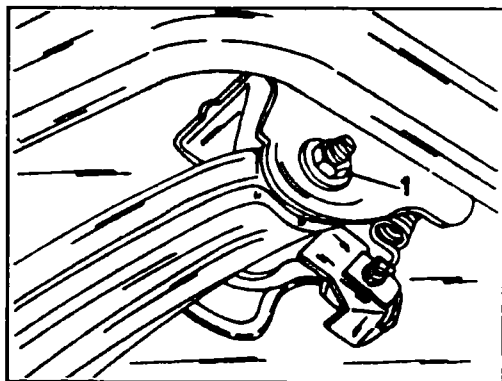

Рис. 7.35 Для переустановки задней проушины продольного рычага в отверстиях хронштейна рычага необходимо ослабить гайку (1)
◆ Отверните гайку (1, рис. 7.35) заднего сайлент-блока продольного рычага и, с помощью отвертки, передвиньте рычаг вперед или назад, чтобы получить требуемую величину сходжения задних колес. По достижении необходимого результата следует оставить рычаг в последнем положении и затянуть гайку (1) моментом 100 Нм.